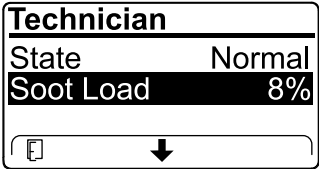

Figure 44
- Consultez la charge de suie mesurée dans le FAP sous forme d'un pourcentage (Figure 44); voir le tableau de charge de suie.